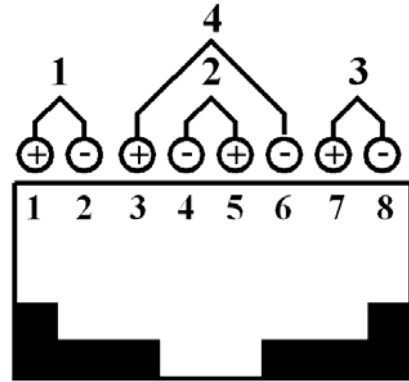

Рис.4
5.5. Прибор подсоединяется к линиям с помощью разъемов типа RJ 45. Маркировка контактов разъема RJ 45 приведена на рис. 4.